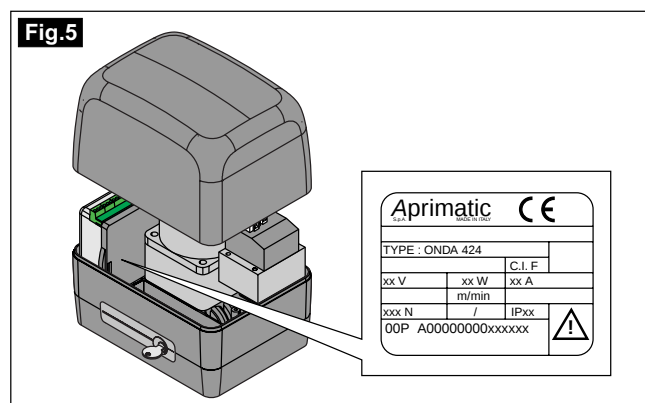

Fig.3
3.3 DIMENSIONI D'INGOMBRO (FIG.3)
Durante il sopralluogo, l'installatore deve verificare la disponibilità dello spazio di installazione necessario, considerando gli ingombri dati in Fig.3.